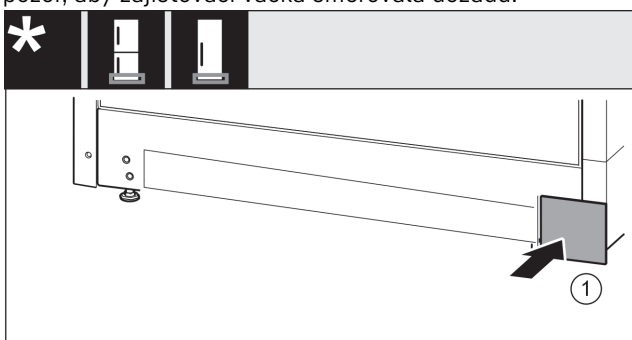

Fig. 16
- Kryt Fig. 16 (1) opět nasadte na druhé straně.